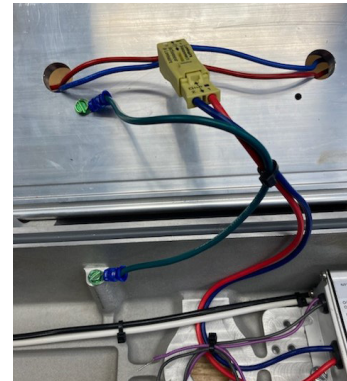

Figure 4. Acheminement des fils du raccord de moteur DEL PLLA4
5. Repérer et retirer l'attache de câble utilisée pour fixer le câblage d'entrée du moteur DEL (voir figure 4). Faire attention en retirant l'attache de câble afin de ne pas endommager les fils.
12. Acheminer le câblage de sortie du moteur et du pilote de DEL et installer l'attache autobloquante conformément à la figure 4. Couper l'excédent de matériau d'attache.